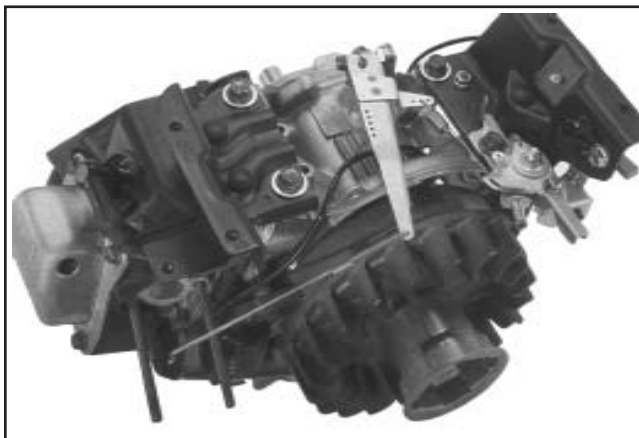

Figure 11-86. CS4, CS6. Détail du levier du régulateur.
3. Connecter la tringle de l'accélérateur et l'extrémité plus courte du ressort amortisseur, du bas vers le haut, dans le/les trous de l'extrémité longue du levier du régulateur, comme indiqué dans les figures 11-86, 11-87 et 11-88.